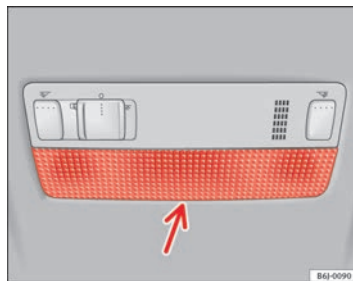

Abb. 148 Leseleuchte vorne
- Das flache Ende eines dünnen Schraubendrehers zwischen Gehäuse und Glas einführen ⇒ Abb. 148.